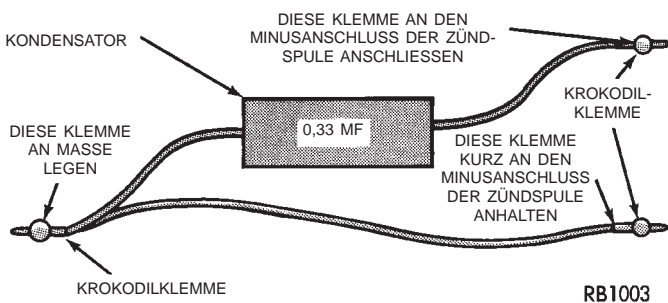

Abb. 9 Spezial-Überbrückungskabel zwischen Masse und Minusanschluß der Zündspule
(7) Spezial-Überbrückungskabel wie in (Abb. 9) dargestellt anschließen. Den Ansteuerstromkreis der Zündspule mit diesem Überbrückungskabel **kurz** an Pol A-7 im PCM-Steckverbinder an Masse legen. Näheres zur Lage und zu den Anschlüssen dieses Stromkreises siehe Kapitel 8W, "Schaltpläne". Beim Unterbrechen der Masseverbindung muß am Zündspulenkel ein Funke erzeugt werden.